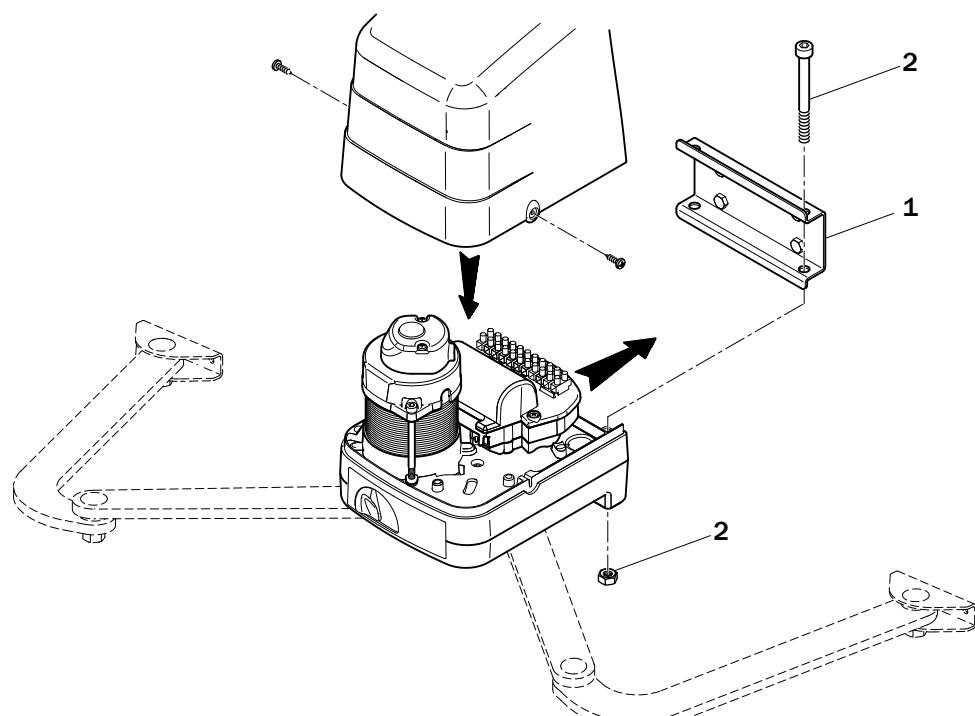

Fig. 1
- El motor con brazos articulados de la serie H23 puede instalarse indistintamente a la derecha o a la izquierda, orientándolo como se muestra en la fig. 1.
- Fije el motor H23 al soporte trasero KT209 con los tornillos suministrados, como se muestra en la fig. 1.
- Der Motor mit Gelenkkästen Baureihe H23 kann sowohl rechts als auch links installiert werden und ist wie in Abb. 1 gezeigt auszurichten.
- Den Motor H23 am hinteren Bügel KT209 mit den im Lieferumfang enthaltenen Schrauben befestigen, wie in Abb. 1 gezeigt.
- O motor com braços articulados série H23 pode ser instalado tanto à direita ou à esquerda, orientando-o conforme mostrado na fig. 1.
- Fixe o motor H23 ao suporte traseiro KT209 com os parafusos fornecidos conforme indicado na fig. 1.
- Rimuovere il coperchio del motore e il copri condensatore (fig. 1).